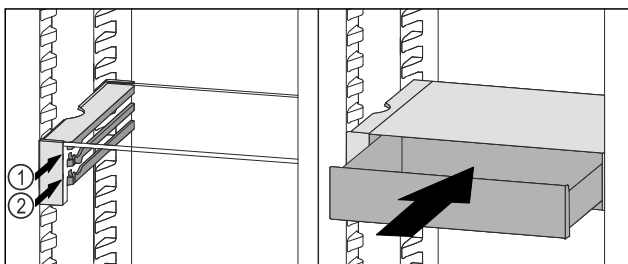

Fig. 136
- Posizionare il cassetto VarioSafe dietro i tappi sulla nervatura desiderata Fig. 136 (1) o Fig. 136 (2).